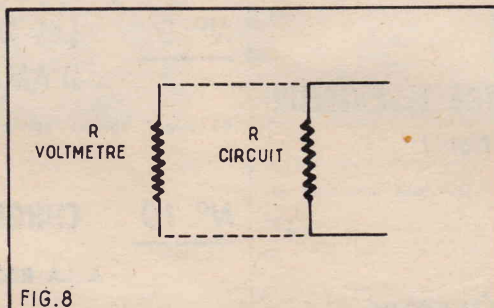

FIG.8
b) résistance élevée du voltmètre, par rapport à celle du circuit sur lequel il doit être branché, donc, dans certains cas, emploi d'un voltmètre électronique (voir figure 8).